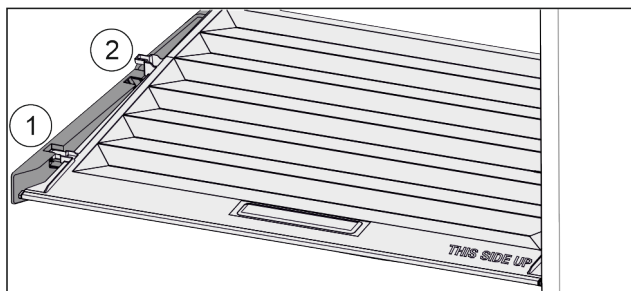

Fig. 35
- Потянуть крышку до отверстия в поддерживающих деталях вперед Fig. 35 (1).
- Поднять сзади снизу и извлечь Fig. 35 (2) движением вверх.